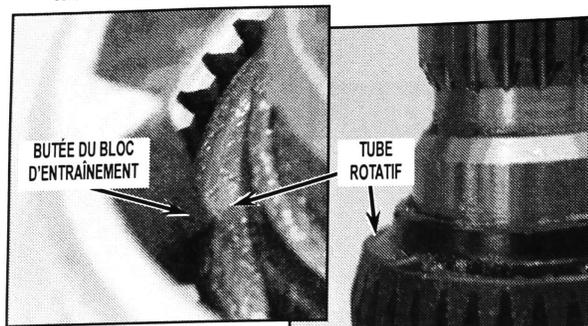

FIGURE 5
6. Installer le nouveau bloc d'entraînement sur le tube rotatif. Le bloc d'entraînement devrait être parfaitement ajusté au tube rotatif avec les butées reposant sur le dessus du tube rotatif. Voir la *Figure 5*.